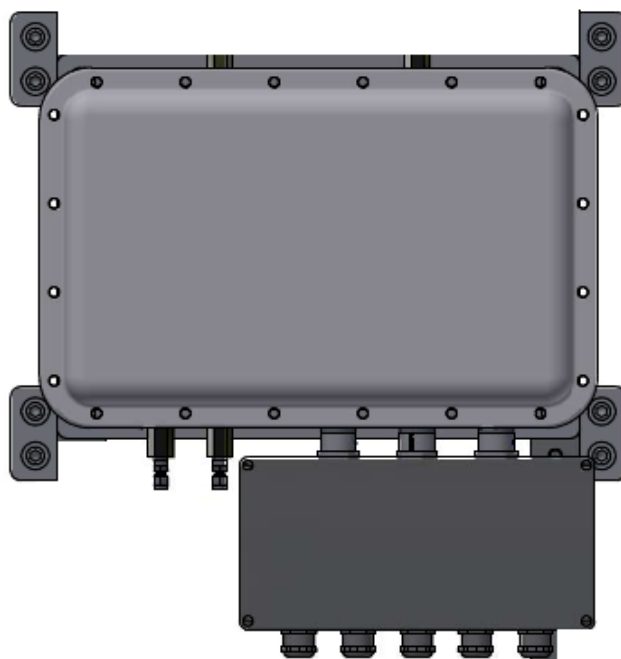
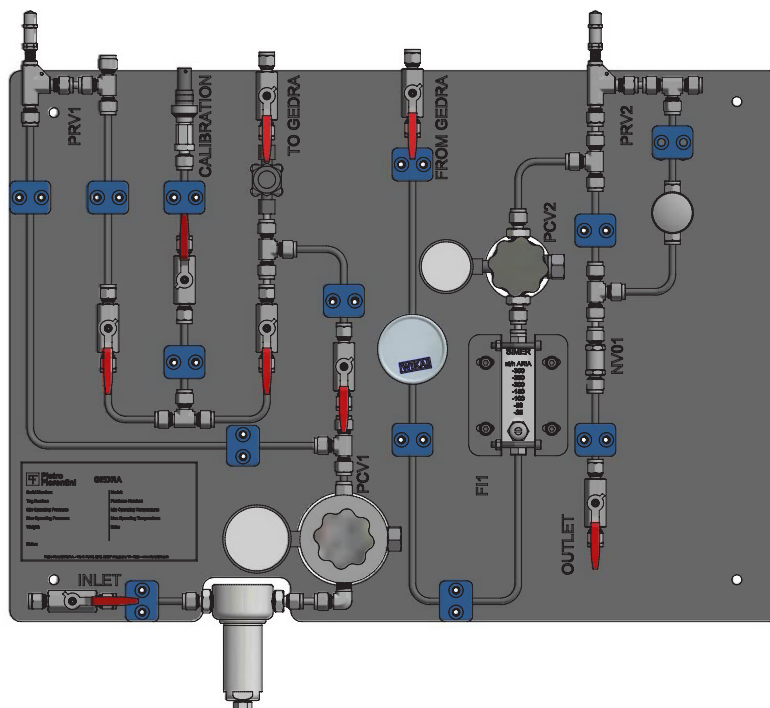

Fig. 4.19. *A parete (modulo di analisi)*
Fig. 4.20. A parete (pannello pneumatico)
- a parete (Fig. 4.19, Fig. 4.20), questa modalità prevede il fissaggio a parete nella parte superiore della custodia Ex-d e nella parte inferiore del pannello pneumatico;